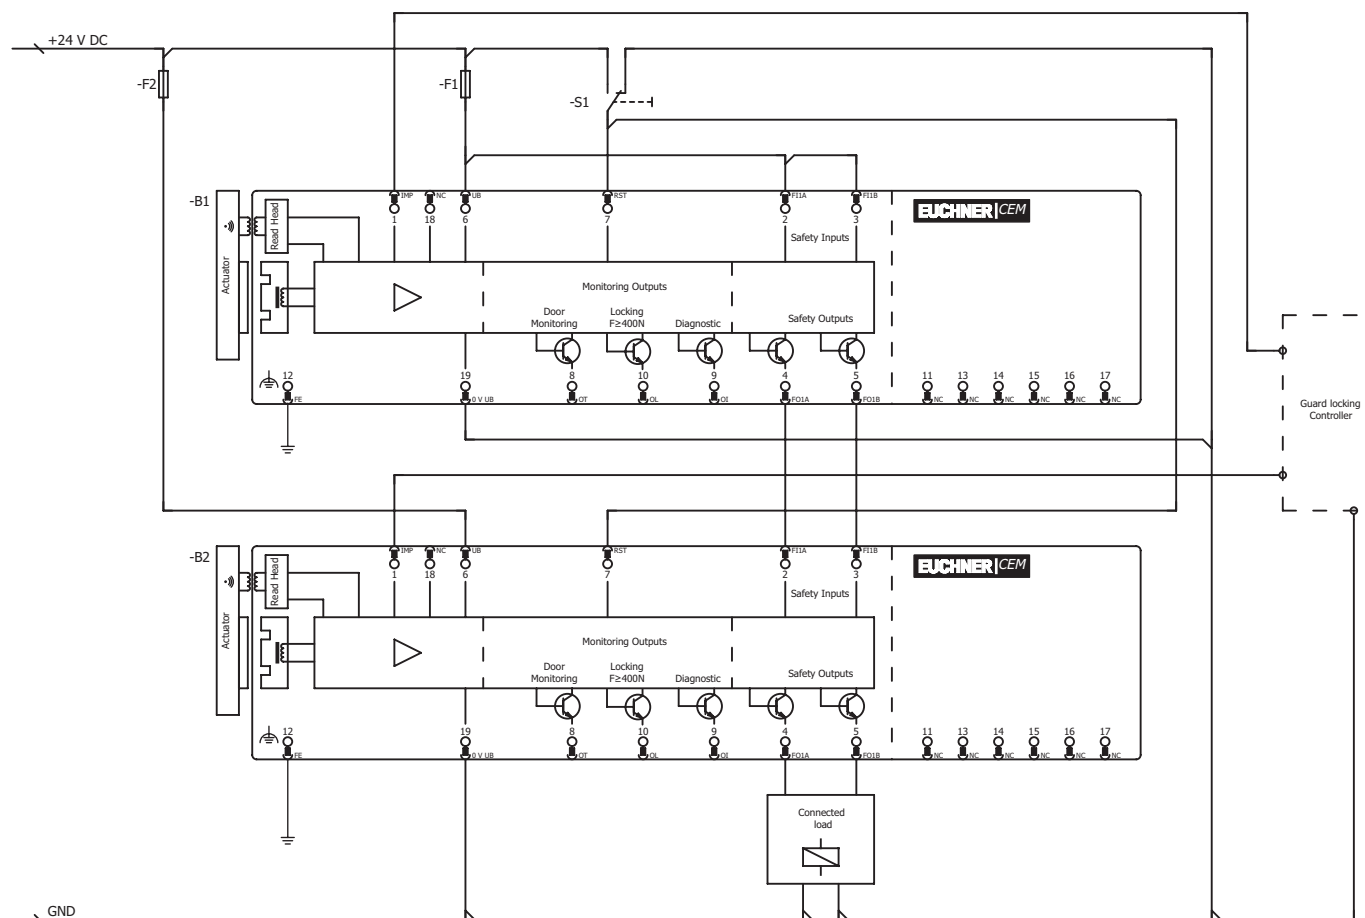

Figura 6: Ejemplo de conexión para el funcionamiento en una cadena de interruptores CEM-AR
- ▶ Debe utilizarse una señal común para todos los interruptores de la cadena. Puede tratarse de un conmutador, pero también se puede utilizar la salida de un sistema de control. No deben utilizarse pulsadores, ya que el reinicio siempre debe estar en GND durante el funcionamiento (véase el interruptor S11 en la *Figura 6 en la página 17*).
Para que esto sea posible, la entrada RST debe conectarse como se muestra en la *Figura 6 en la página 17*.